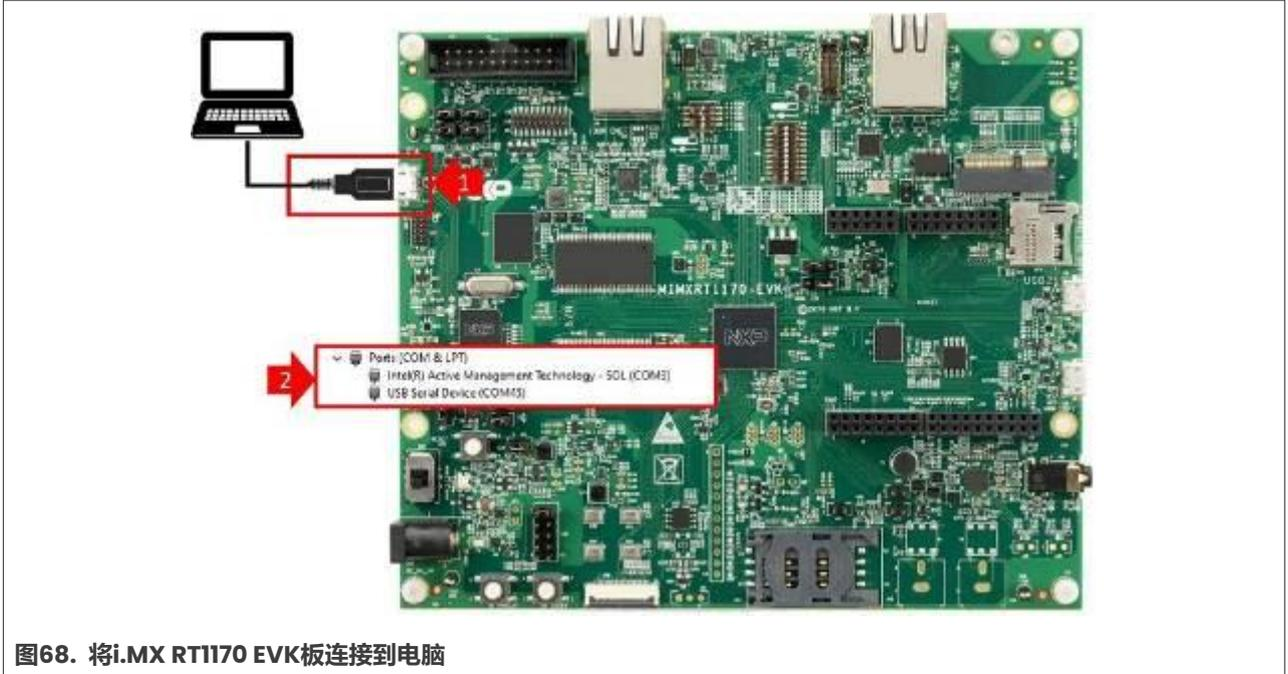

图68. 将i.MX RT1170 EVK板连接到电脑
1. 如图68所示，使用一根微型USB线缆，将i.MX RT1170 EVK板连接到电脑：